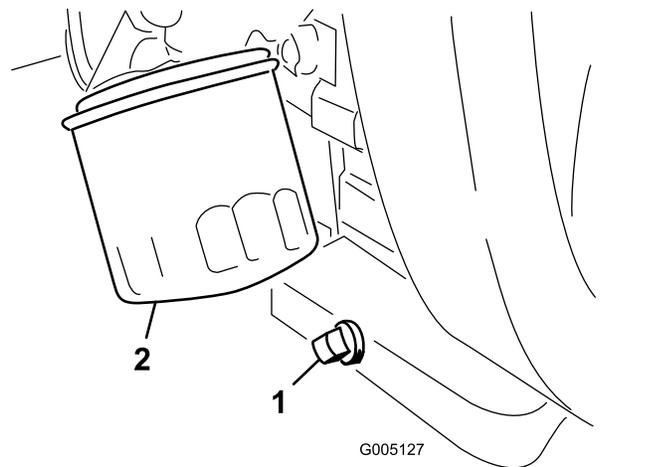

Bild 41
- Entfernen Sie die Ablassschraube (Bild 41) und lassen Sie das Öl in die Auffangwanne ab.
- Reinigen Sie das Gewinde der Ölablassschraube, bringen Sie etwas PTFE-Dichtmittel auf und schrauben Sie die Ablassschraube wieder auf (Bild 41).
- Entfernen Sie den ÖlfILTER (Bild 41).